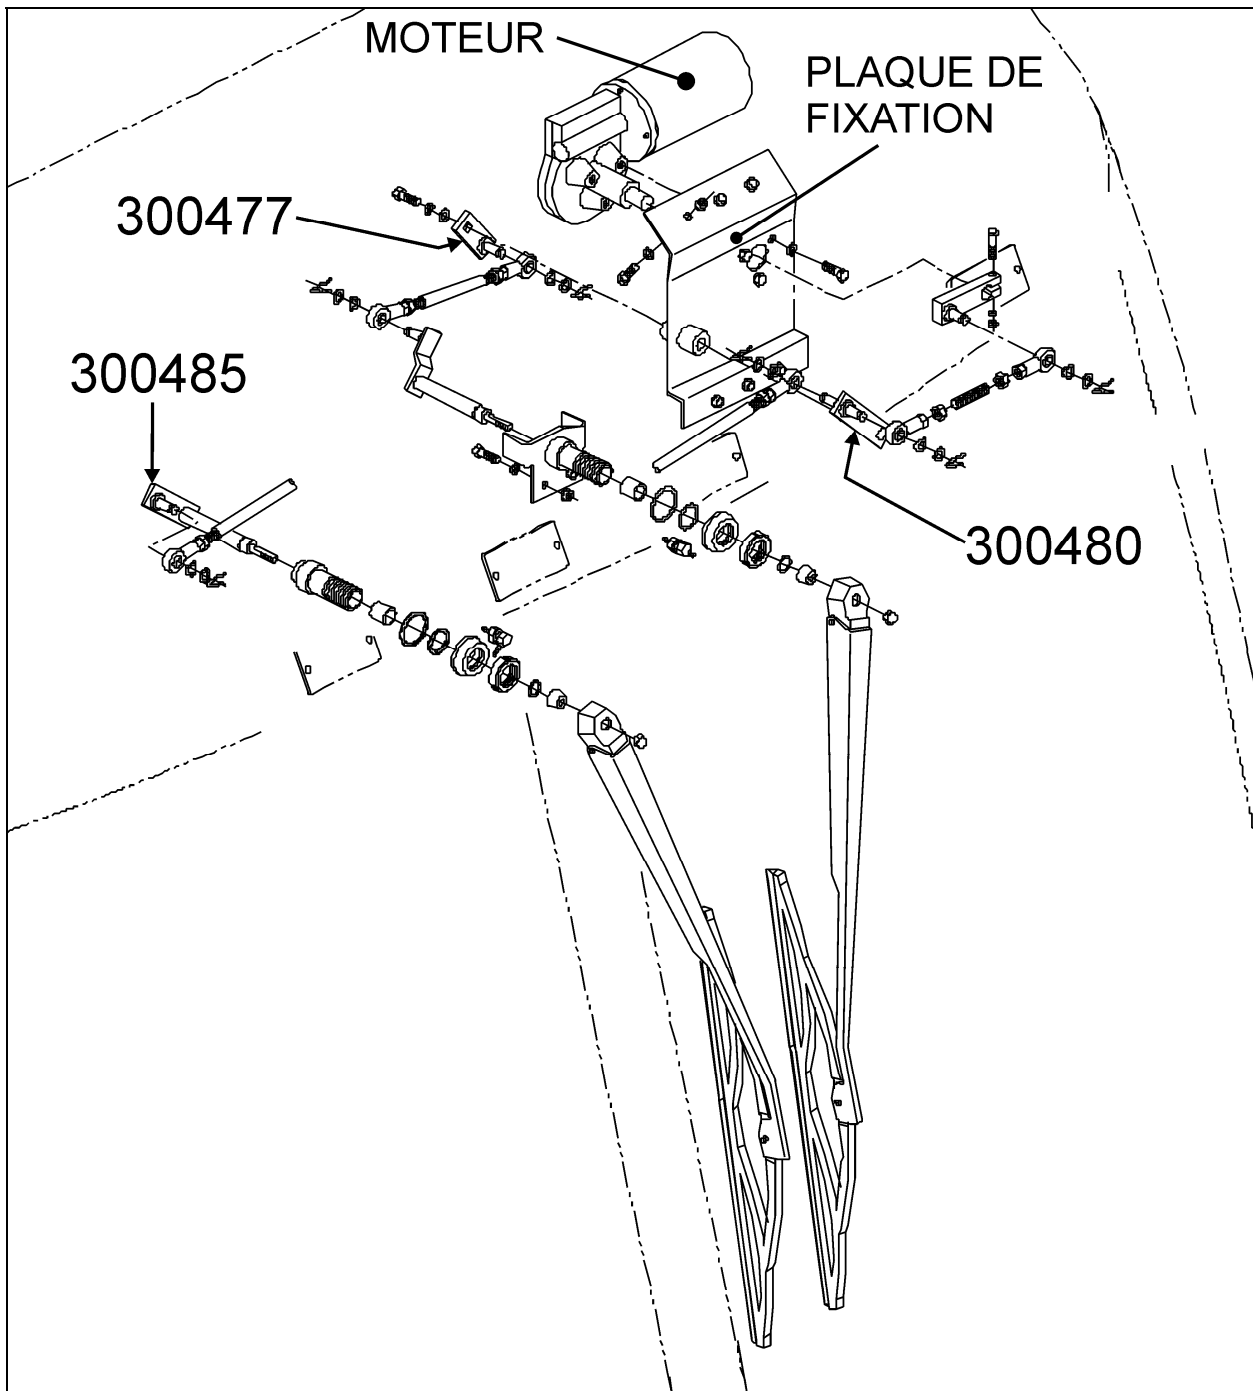

FIGURE 7
6. Passer par le trou du panneau d'accès situé au-dessus du conducteur afin de retirer les six vis de la plaque de fixation du moteur (Figure 7).
8. Sur un établi, remplacer le bras de levier (300477) et le pivot d'inversion (300480) (Figure 7).